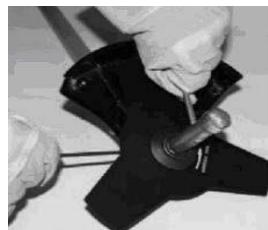

Рисунок 5
- утримуючи стопорний стрижень однією рукою, надійно затягніть гайку трубчастим ключем (з набору інструментів), повертаючи її проти годинникової стрілки (з боку вихідного валу (шпинделя) редуктора) (рис.5).